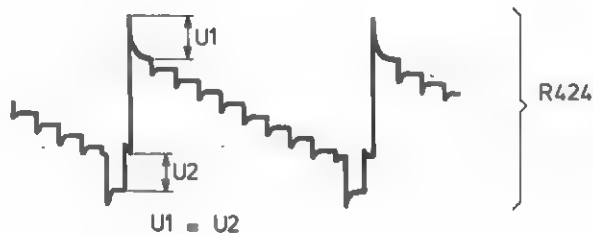

Fig. 13
- Stel R424 nu zodanig in, dat de amplitude van de overshoot, aan het begin van het video-signaal, gelijk is aan de amplitude van de lijnsync. impuls (zie fig. 13).